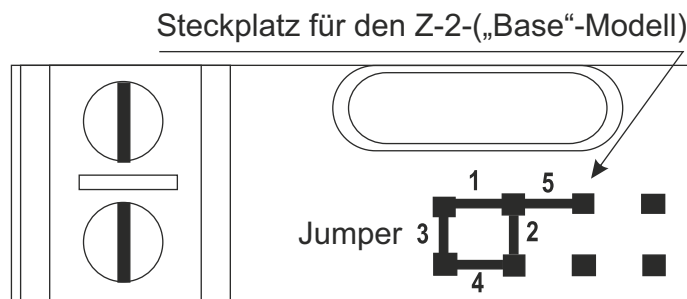

Abb. 3 Jumper-Positionen
Zum Lieferumfang des Z-5R gehört ein Jumper, der zur Programmierung des Steuergeräts verwendet wird (fünf Positionen insgesamt) (s. Abb. 3).
4. Installieren Sie die Schutzdiode (s. Abb. 6). Falls Sie ein elektromechanisches Schloss verwenden, setzen Sie den Jumper auf Position 1 (s. Abb. 3).